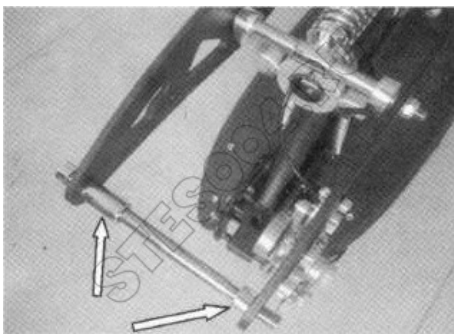

РИС.1
1. Осторожно достаньте скутер из коробки. Затем установите колесо, поместив длинную распорную втулку слева от него, а короткую распорную втулку справа от него, и затяните винт (РИС.1).